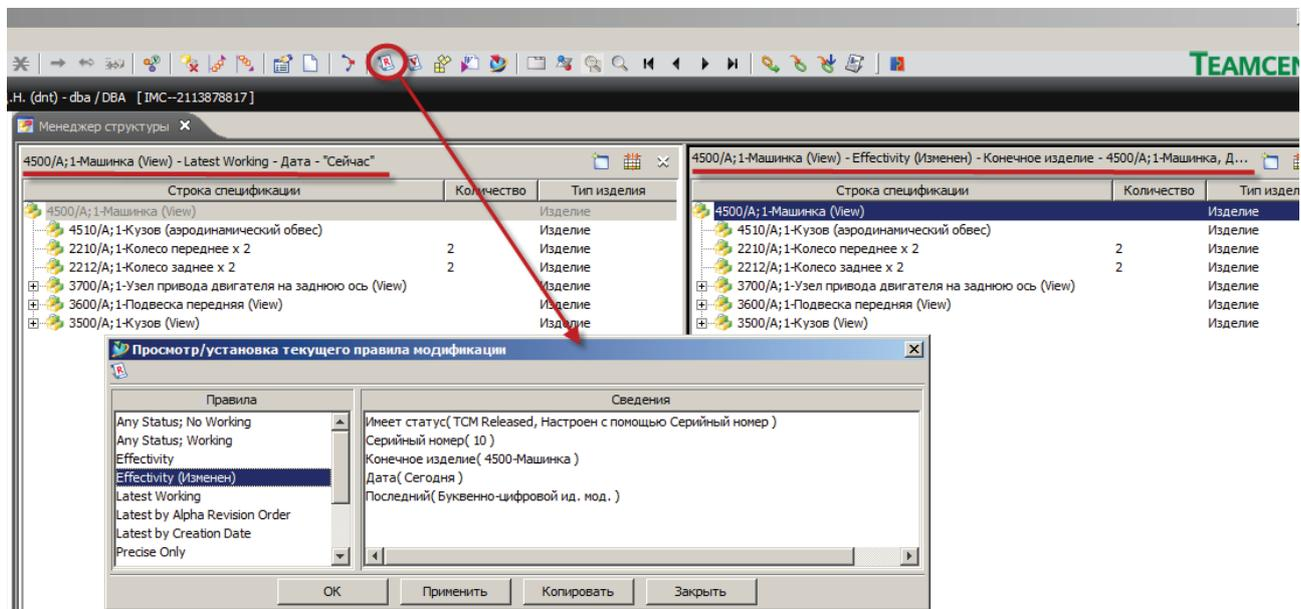

Рисунок 14.21
- далее необходимо задать для каждого из окон требуемые правила модификации. Для этого следует активировать последовательно каждое из окон, выбирая команду задания правила модификации, и указать требуемое правило (рис. 14.21);